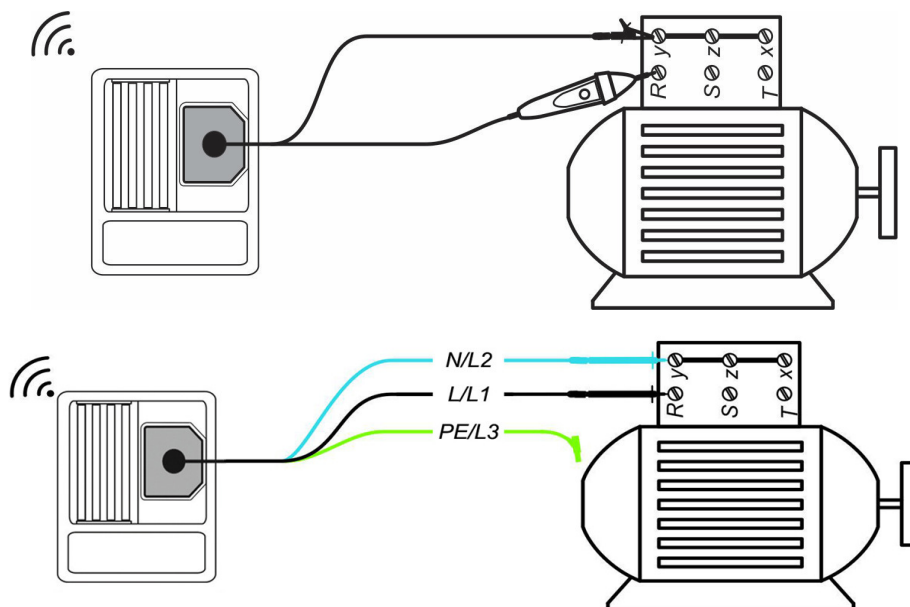

Abbildung 5.11: Anwendung der optionalen Commander-Prüfspitze (044155) und 3-Leiter-Prüflleitung
- ❑ Kontaktieren Sie die Prüfleitungen an das Prüfobjekt (siehe Abbildung 5.11).